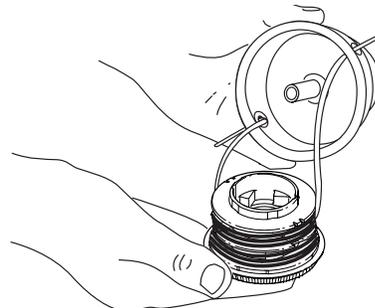

Fig. 21
- Insérez les extrémités du fil du moulinet intérieur neuf dans les œillets de la bobine extérieure (Fig. 21). Enfoncez le moulinet intérieur neuf, flèche vers le haut, dans la bobine extérieure.
- Retirez de la bobine extérieure le moulinet intérieur avec son fil (Fig. 21).